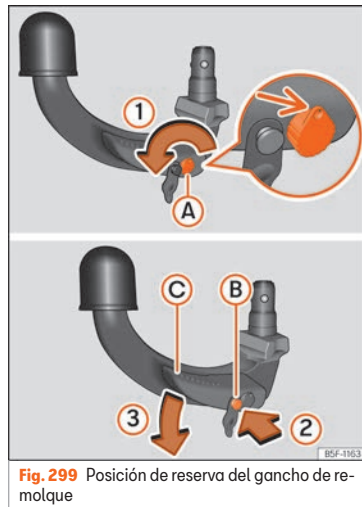

Fig. 299 Posición de reserva del gancho de remolque
- Inserte y gire la llave en el sentido de la flecha » **fig. 299** ① hasta que el agujero de la llave quede arriba (flecha).
- Presione el perno de bloqueo » **fig. 299** ② en el sentido de la flecha ② y al mismo tiempo presione la palanca **C** el sentido de la flecha ③ hasta el tope.